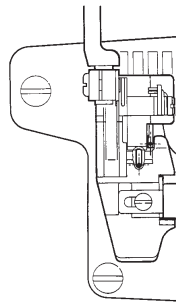

Fig.1
(2) Antes de poner en marcha la máquina
- Antes de poner en marcha la máquina, cerciórese que el prensatelas esté posicionado correctamente. Al respecto, mueva el volante lentamente con la mano para ver si la punta de la aguja penetra centrada el agujero de penetración de la aguja en el prensatelas. (Fig. 1)